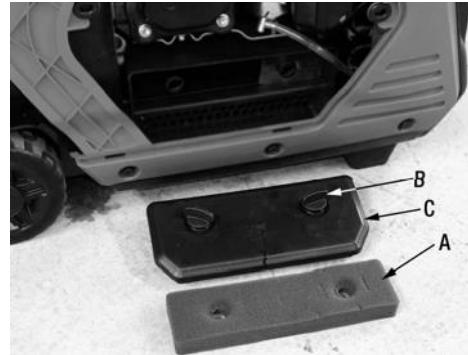

Bild 11
- 4) Kontrollera elektrodavståndet. Se bild 11. Elektrodavståndet bör vara 0,7–0,8 mm.